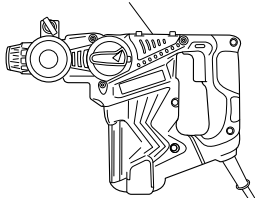

Fig. 24
- (1) Desmonte la cubierta del compartimiento del cigüeñal y limpie a fondo la grasa anterior que se encuentre en el mismo. (Fig. 24)